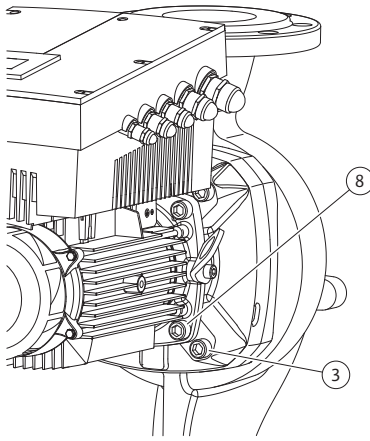

Fig. 50: Fixação opcional do conjunto de encaixe
11. Desapertar e remover os parafusos (Fig. 7, pos. 3). Consoante os modelos de bomba, os parafusos exteriores (Fig. 50, pos. 3) devem ser retirados. Após a remoção dos parafusos, o conjunto de encaixe (ver Fig. 13) fica seguro no corpo da bomba, não existindo perigo de basculamento mesmo com o veio do motor na horizontal.
16. Consoante o modelo da bomba, desapertar os parafusos (Fig. 7, pos. 10) ou, em alternativa, os parafusos (Fig. 50, pos. 8).
22. Empurrar cuidadosamente a lanterna sobre o veio e colocá-la na posição anterior ou num outro ângulo em relação à flange do motor, respeitando as posições de instalação autorizadas dos componentes (ver capítulo 7.1 “Posições de instalação autorizadas e alteração da disposição dos componentes antes da instalação” na página 280). Fixar a lanterna à flange do motor com os parafusos (Fig. 7, pos. 10) **ou** – nos modelos de bomba/lanterna segundo (Fig. 50) – com os parafusos (Fig. 50, pos. 8).